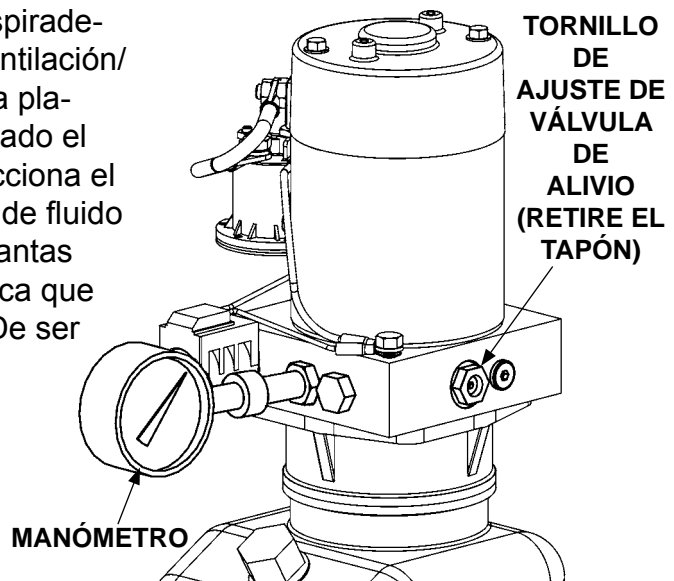

FIG. 36-2
3. Con la plataforma sobre el suelo, retire la manguera de presión y conector de la bomba, reemplácelos con un manómetro de rango 0-4000 psi de presión. Empuje el interruptor de control en la posición "ARRIBA". Ajuste la válvula de alivio al lado de la bomba hasta que el manómetro marque 3250 psi (**FIG. 36-2**). Retire el manómetro y vuelva a instalar la manguera.